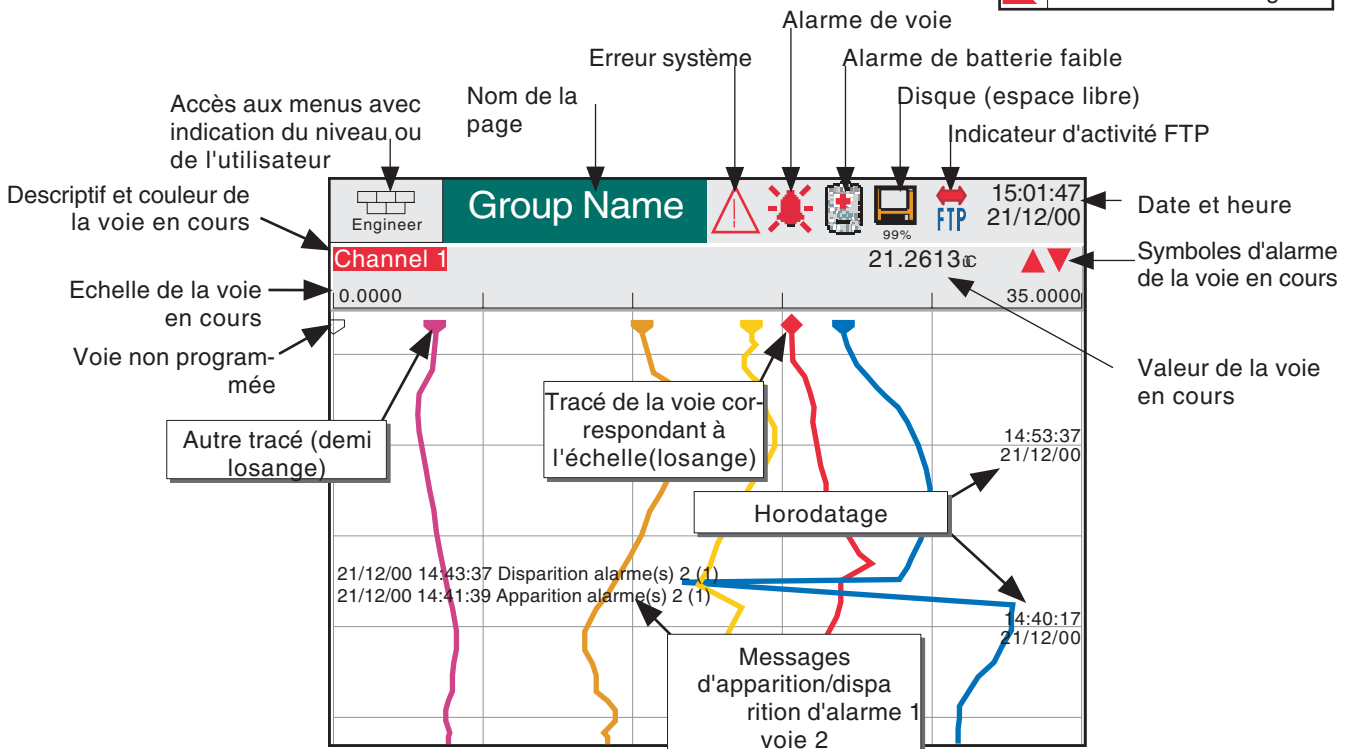

Figure 3 Description du format courbe
La figure 3, ci-dessous, décrit l'affichage typique en format courbes et donne les détails des autres formats.
**Vues** Retourne à la page d'affichage des mesures depuis n'importe quelle page de l'enregistreur. Lors de la livraison, la page de démarrage est celle décrite en Figure 3 mais peut être modifiée dans le menu Configuration/Système en format barre-graphes verticaux ou horizontaux ou indicateurs.